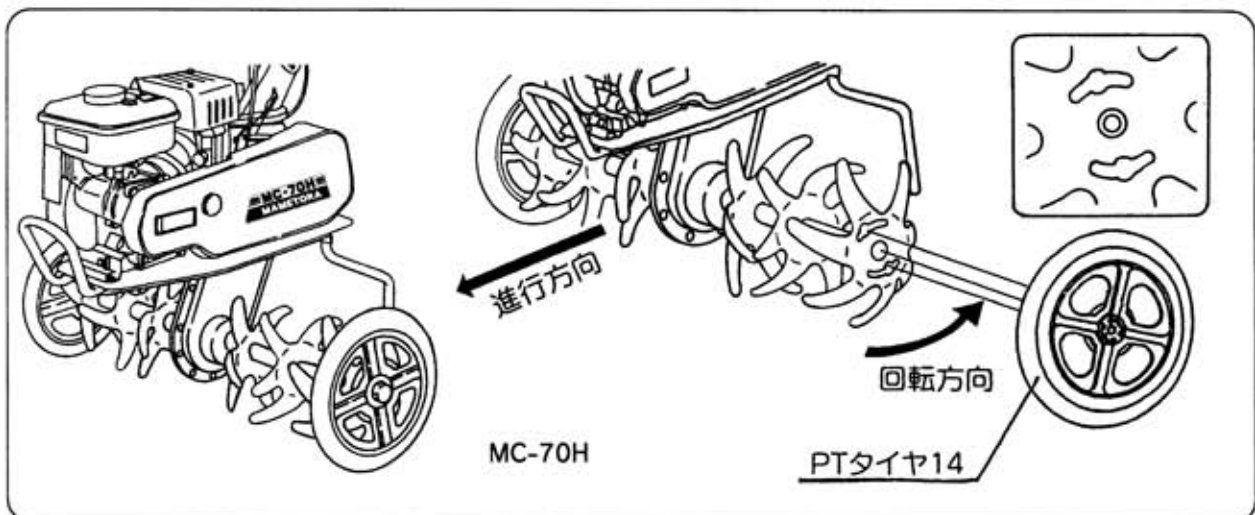

図3-②
### 2) PTタイヤ (移動用車輪) の組立 (図3-②)
PTタイヤは (図3-②) のように取付けます。